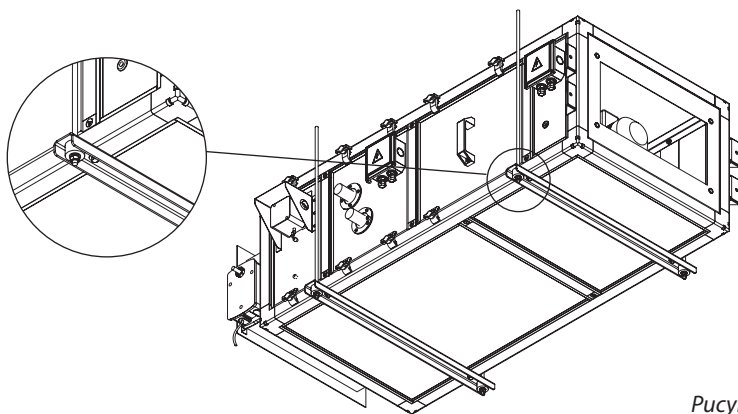

Рисунок 44
3.1.3 В подвесных установках (рис.44) каждый бок оснащается специальной траверсой. В комплекте поставляется виброшайба, которая изолирует траверсу от шпильки и препятствует распространению вибрации на перекрытия помещений. Для надёжности крепления шпильки и виброшайбы, рекомендуется на конец шпильки установить вторую контргайку.